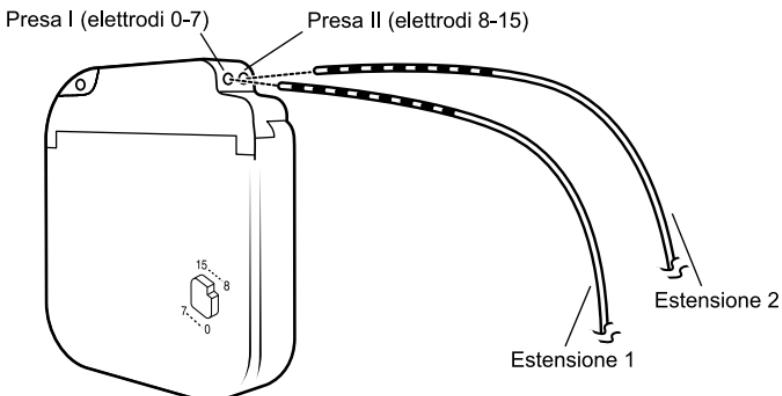

Figura 1. Inserimento a fondo dei connettori delle estensioni nella presa del neurostimolatore.
4. Inserire il connettore di ciascuna estensione nella presa del neurostimolatore appropriata fino a posizionarlo completamente nel blocco connettore (Figura 1).